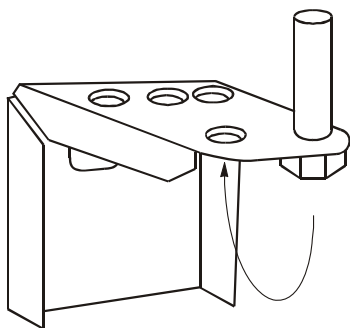

Рис. 26. Переустановка оси петли нижней по новому месту крепления
- ♦ на дверных ручках (накладках) и на панелях дверей заглушки установить во втулки на противоположной стороне дверей (рис. 26);
- г) снять петлю среднюю, расположенную между камерами, отвинтив болты, крепящие ее к шкафу и снять дверь: верхнюю в двухкамерных холодильниках; среднюю — в трехкамерных холодильниках (рис. 26);